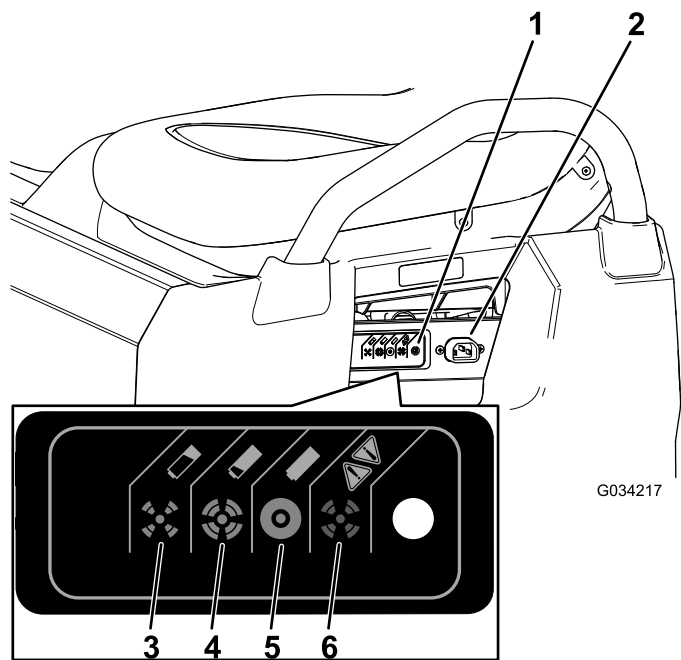

図 39
3. チャージャコードの太さは16 ゲージまたはそれ以上太いもので、長さは2.5 m 以内を、マシンの充電ソケットに接続する 図 39。
充電状態を表す色の意味については、下の表と図 39 で確認してください。